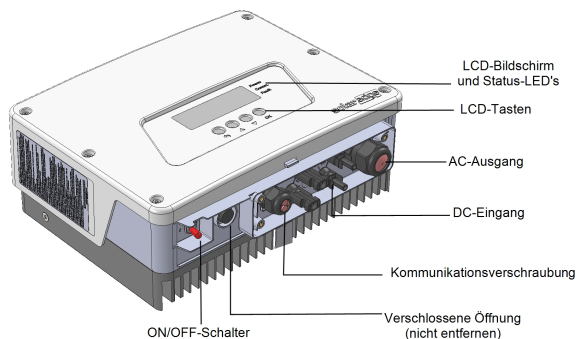

Abbildung 3: Wechselrichterschnittstellen
4. Öffnen Sie die AC-Kabelverschraubung und führen Sie das Kabel durch die Verschraubung ein (siehe Abbildung 3).